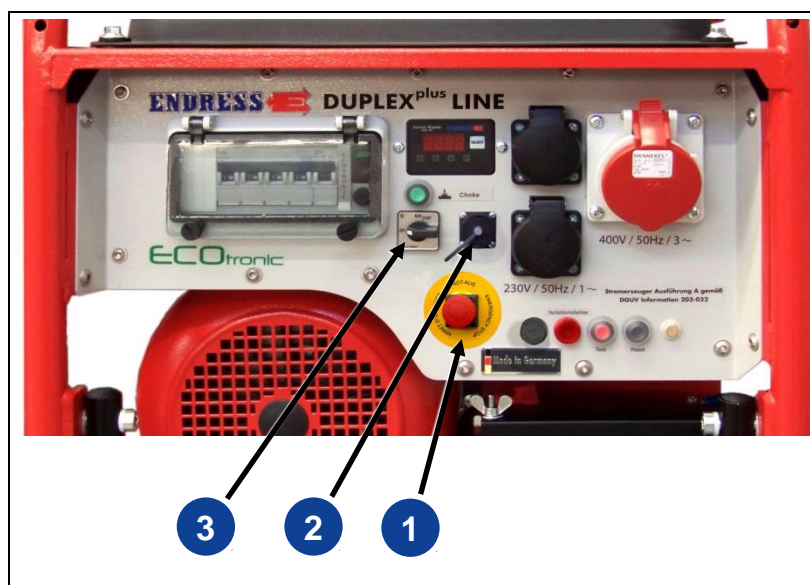

Bild 5-3: Fjärrstart
1. Vrid av locket på fjärrstyrningsdosans skydd (*Bild 5-3-(2)*) moturs.
1. Stäng av generatoren (motorns startbrytare (Bild 5-3-(3)) i läge "OFF"!
- Motorstartbrytare (Bild 5-3-(3)) är i läge "OFF"
OBS! Se till att motorbrytaren (*Bild 5-3-(3)*) på generatoren förblir i "OFF"-läget. I annat fall förblir generatorns styrströmkrets under spänning, vilket kan resultera i att startbatteriet laddas ur.
I utförandet med fjärrstartanordning är generatoren utrustad med en nödstoppsfunktion. Detta säkerställer att generatoren alltid och så snabbt som möjligt kan stoppas vid en farlig situation eller ett fel via den tydligt märkta NÖDSTOPPSBRYTAREN (*Bild 5-3-(1)*) på apparaten.
1. Aktivera NÖDSTOPPSBRYTAREN genom att trycka eller slå på det röda vredet (*Bild 5-3-(1)*)
1. Vrid vredet på NÖDSTOPPSBRYTAREN (*Bild 5-3-(1)*), tills den hoppar ur det låsta läget.
2. Sätt ledningsbrytaren i pos. 1.